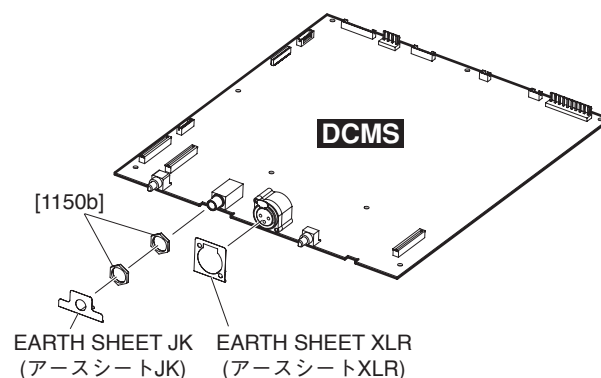

Fig. 7 (図 7)
* **The two (2) hexagonal nuts marked [1150b], earth sheet JK, and earth sheet XLR are not part of the DCMS circuit board. When replacing the DCMS circuit board, remove these parts from the DCMS circuit board and install them to the new circuit board. (Fig.7)**
※ [1150b] の特殊六角ナット 2個とアースシート JK、アースシート XLR は、DCMS シートの構成部品ではありません。DCMS シートを交換する際には、DCMS シートからこれらの部品を取り外して、新しいシートに取り付けてください。(図7)